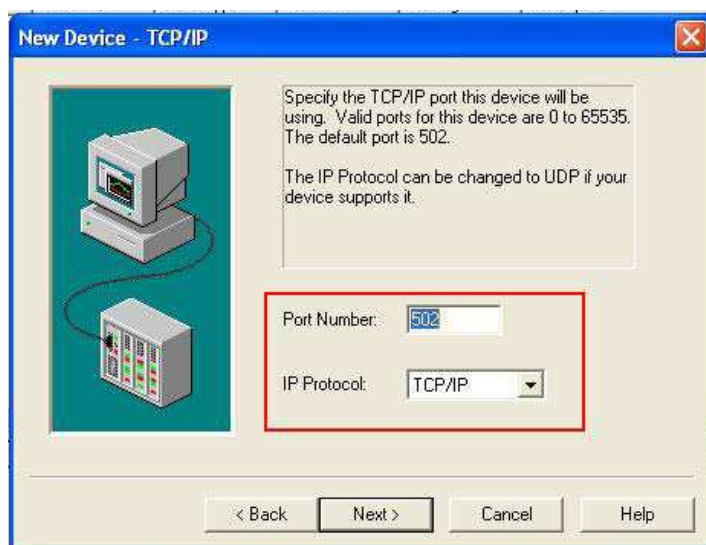

Рис. 9
2.7 Установите порт Modbus TCP **502** и протокол **TCP/IP** (Рис. 9):